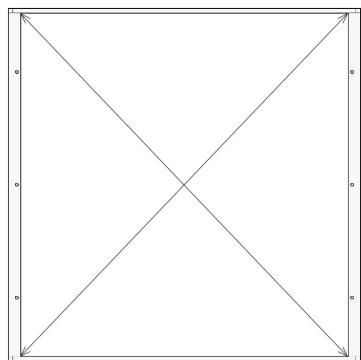

Рисунок 8 – Проверка разницы длин диагоналей установленной рамки.
5.4.4. Внимание! Очень важно обеспечить прямоугольность расположения рамки на монтажной поверхности! Разница длин диагоналей установленной рамки не должна превышать 1 мм (см. рис. 8).